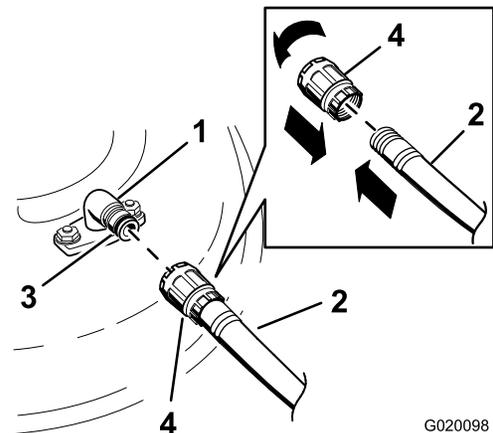

Figure 68
- Branchez le raccord du tuyau d'arrosage à au raccord de lavage de la tondeuse et ouvrez l'eau en grand (Figure 68).